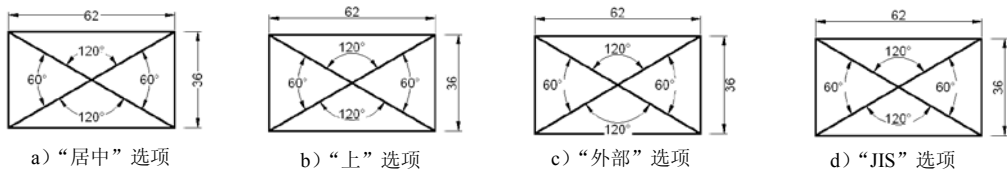

图 8.2.9 设置文字垂直位置
- **垂直 (V)**: 下拉列表: 用于设置标注文字相对于尺寸线在垂直方向的位置。其中, 选择“居中”选项, 可以把标注文字放在尺寸线中间; 选择“上”选项, 将把标注文字放在尺寸线的上方; 选择“外部”选项, 可以把标注文字放在尺寸线上远离标注起点的一侧; 选择 JIS 选项, 则按照日本工业标准 (JIS) 规则放置标注文字, 如图 8.2.9 所示。